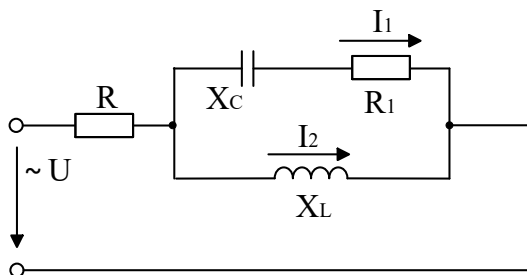

Рис. 4.6
4.21. Задача. В цепи, изображенной на рис. 4.6, $R=40$ Ом; $R_1=8$ Ом; $X_C=24$ Ом. Определить X_L , при котором в цепи создается резонанс токов. Вычислить I_1 , I_2 , I , если $U=120$ В.